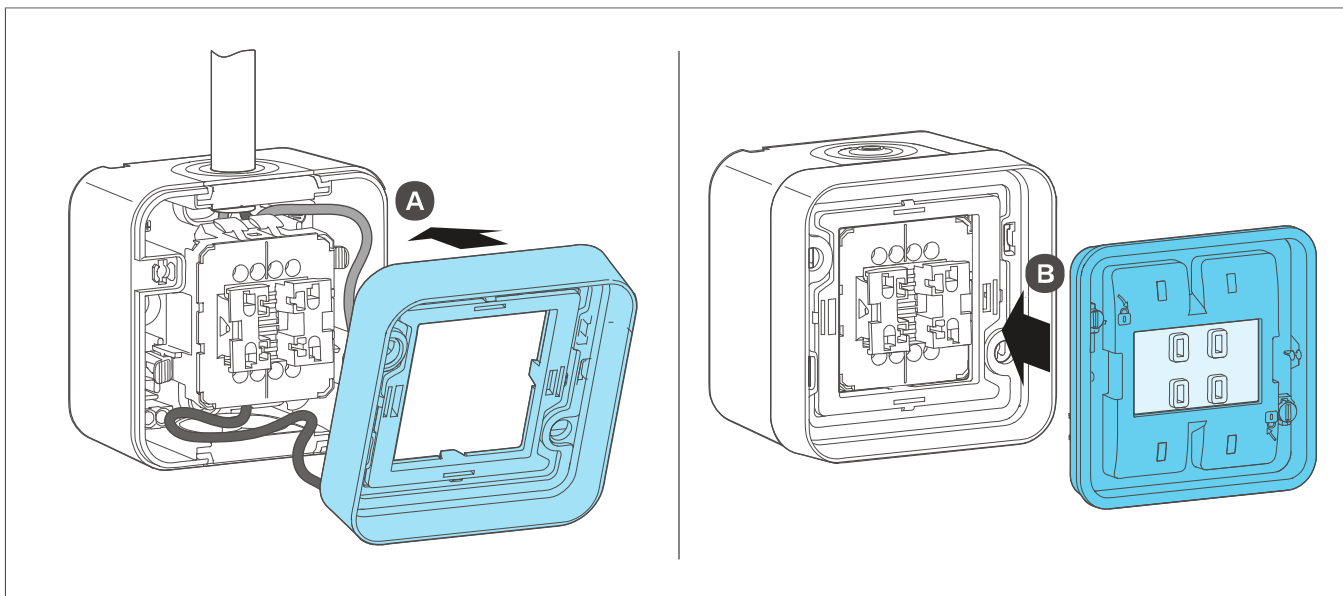

Fig. 11 : Placez la collerette lumineuse (à gauche) / enclenchez le joint (à droite).
- 6 Placez la collerette lumineuse (3) dans la position adéquate sur la boîte saillie A (Fig. 11, gauche).
- 7 Mettre le joint (2) en place dans la collerette B (Fig. 11, droite).